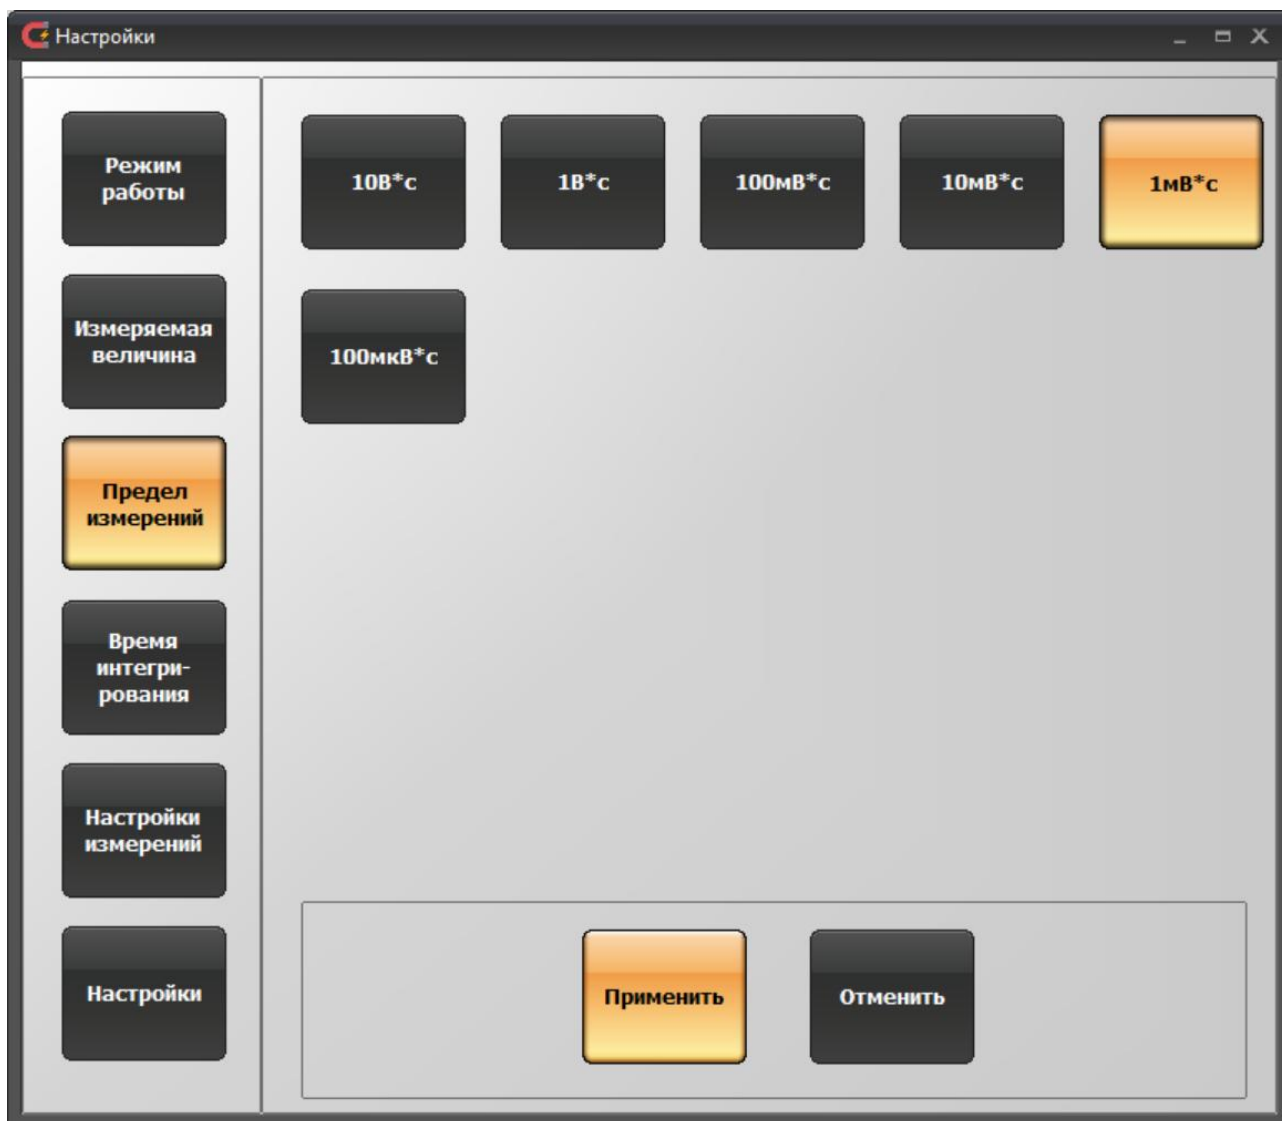

Рисунок 7. Окно настроек программы управления ТПУ-2В в режиме «Веберметр». Группа параметров «Предел измерений»
3) «Предел измерений» (рисунок 7). Служит для выбора предела измерений. Физически при изменении предела измерений переключается коэффициент усиления блока усилителя ТПУ-2В. В режиме работы прибора «Веберметр» доступны следующие пределы измерений потоко-сцепления: 10 В·с, 1 В·с, 100 мВ·с, 10 мВ·с, 1 мВ·с, 100 мкВ·с. При выборе пределов измерений следует руководствоваться рекомендациями 3.4.4 и данными таблицы 3.2 настоящего руководства по эксплуатации.